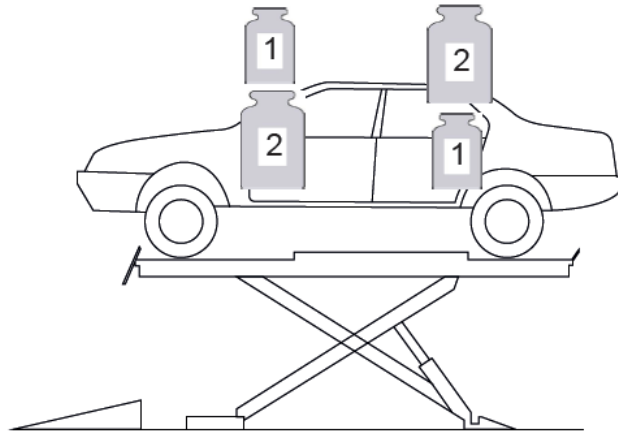

Bild 2a
<p>                             S42LT42CAT-I                              S42LT42CAT-PD8-I                              S42LTAK42CAT-I                              S42LT46CAT                              S42LTAK46CAT-I                              S42LT46CAT-PD8-I                         </p> <div style="border: 1px solid black; padding: 5px; width: fit-content; margin: 10px auto;"> 3 500 kg </div> <p>Bild 2a</p>	<div style="border: 1px solid black; padding: 5px; width: fit-content; margin: 10px auto;"> 4 000 kg </div> <p>                             S50LT55CAT-I                              S50LTAK55CAT-I                              S50LT55CAT-PD8-I                              S50LTAK55CAT-PD8-I                         </p> <p>Bild 2c</p>
- 1:2 o 2:1 (vändbar) (**se bild 2a**)